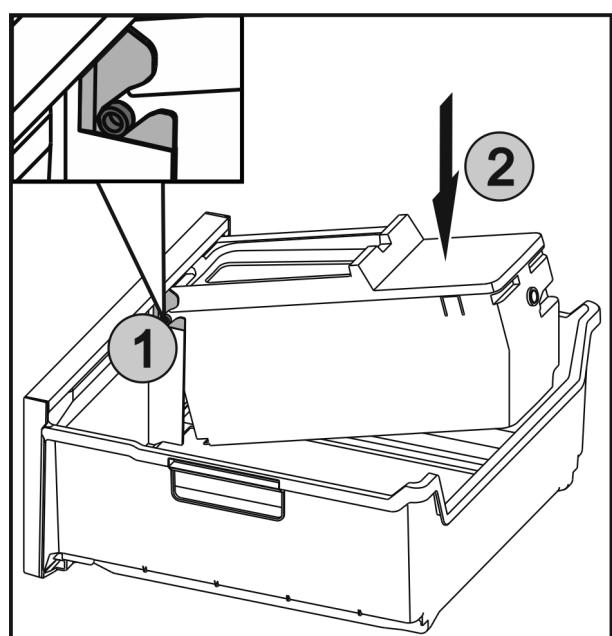

Fig. 51
- Zasuňte osi Fig. 51 (1) na EasyTwist-Ice do vedení a tlačte zadnú stranu Fig. 51 (2), kým spona nezapadne.